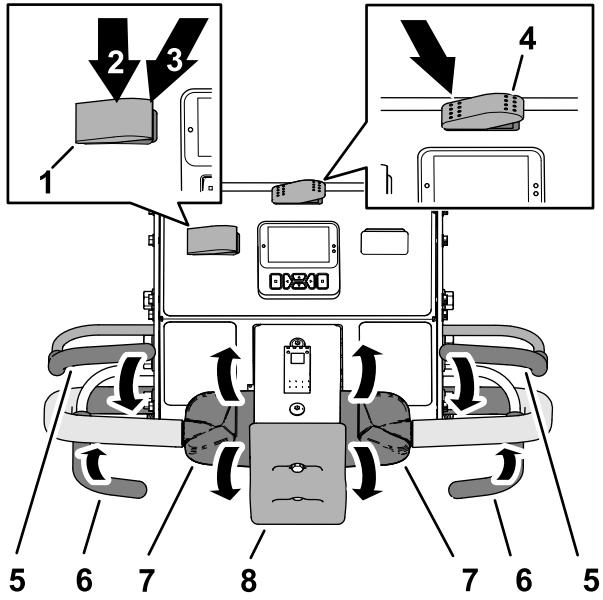

Bild 75
1. Drücken Sie den Transport-/Aerifizierungsschalter in die AERIFIZIEREN-Stellung (Bild 75).